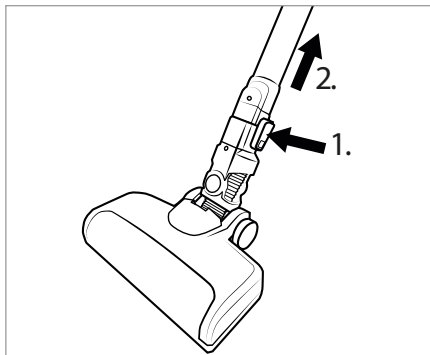

Bild 12
- ♦ För att ta av golvborsten 21 från dammsugarröret 23 håller du upplåsningsknappen för golvborsten 22 intryckt och drar samtidigt loss dammsugarröret 23 från golvborsten 21 (se bild 12).